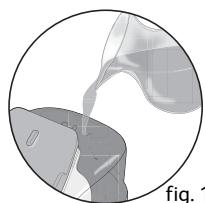

fig. 1
- Utilisez une carafe d'eau, remplissez-la de 1,4 l d'eau maximum - **fig.1** et remplissez le réservoir en prenant soin de ne pas dépasser le niveau "Max" - **fig.2**.